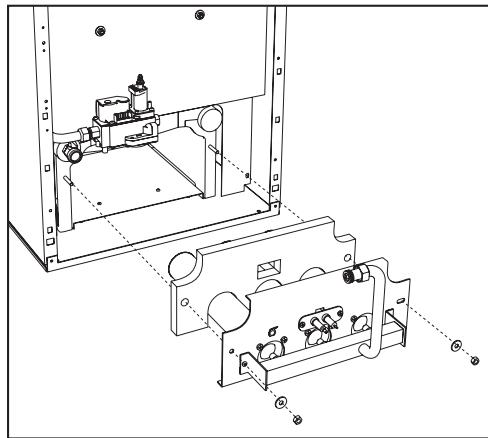

рис. 23 - Демонтаж горелок
- Развините две гайки крепления дверцы камеры горения к чугунным элементам корпуса котла (рис. 23)